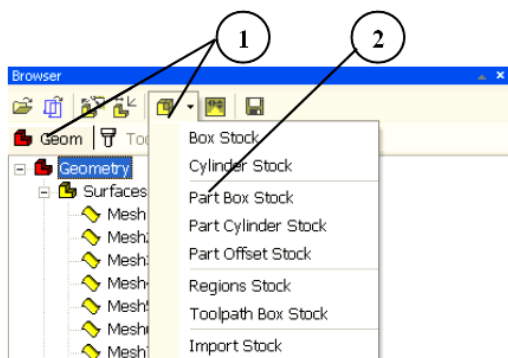

Figura 3. Selecția tipului de semifabricat
1. Se utilizează meniul **Stock** sau pictograma **Create/Load Stock**  , disponibilă la eticheta **Geom** a ferestrei **Browser** (figura 3).